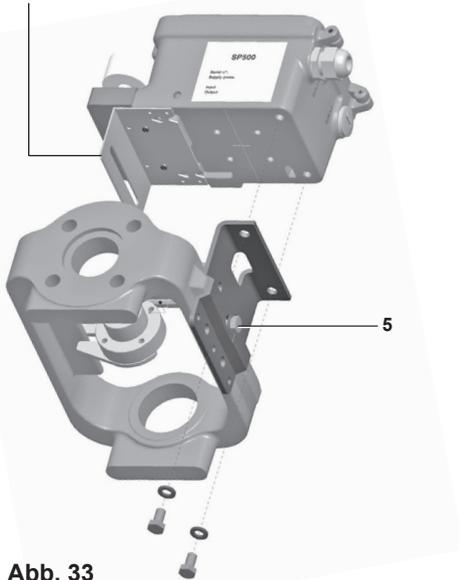

Abb. 33
- 5.2.8** Nachdem der Stellungsregler SP500 mit der Montageplatte korrekt positioniert wurde, ziehen Sie die Sechskantschraube (**5**) am Stellantrieb mit Gussrahmenmontage (Abb. 33) mit einem Anzugsmoment von 10 - 12 N m fest. Bei Stellantrieben mit Säulenmontage ziehen Sie die U-Bügelmutter (**6**) (Abb. 36) mit einem Anzugsmoment von 10 - 12 N m fest.